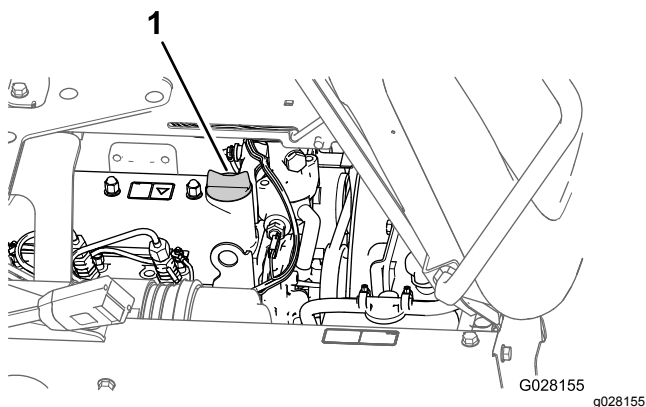

Figura 71
5. Rimuovete il tappo di riempimento dell'olio dal collo del bocchettone del coperchio della valvola del motore e lentamente versate circa l'80% della quantità d'olio specificata nel collo del bocchettone (Figura 71).
8. Montate il tappo di riempimento dell'olio sul collo del bocchettone (Figura 71).